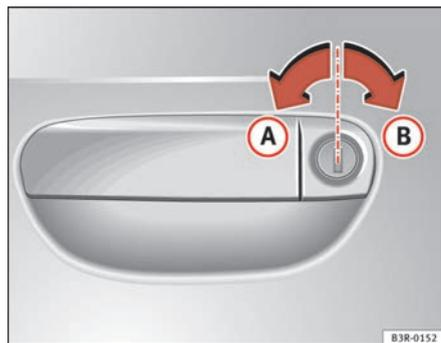

Fig. 69 Tours de clé pour ouvrir et fermer
- Tournez la clé dans la serrure de la porte du conducteur en position d'ouverture (A) ⇒ fig. 69 vers la gauche.
- Tournez la clé dans la serrure de la porte du conducteur en position de fermeture (B) ⇒ fig. 69 vers la droite ⇒ ⚠.
Tournez la clé dans la serrure de la porte du conducteur **deux fois** de suite, à intervalle très court, en position de fermeture (B) ⇒ fig. 69.